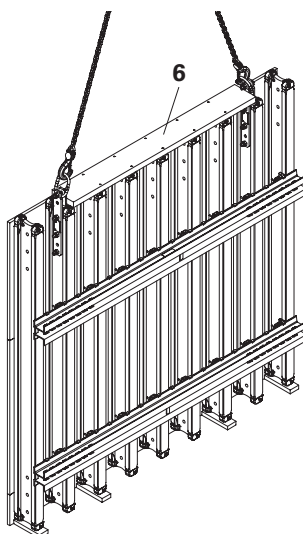

Fig. 02
6. Fissare la traversa di compressione **(6)** con chiodi o viti alla trave di cassaforma, vedere "Fig. 02" a pagina 18.
6. Fissare la traversa di compressione (6) con chiodi o viti alla trave di cassaforma, analogamente a "Fig. 02" a pagina 18.